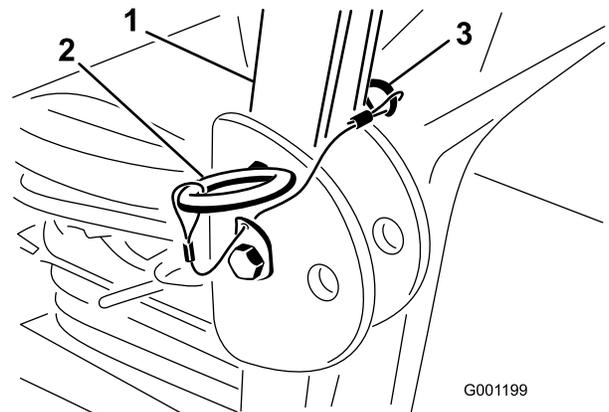

図 29
1. ROPS を下げるには、機体の左右でヘアピン・コッターを抜き、ピンを外す(図 29)。
3. ピンとヘアピン・コッターで固定する(図 29)。
- ROPS を立てるには、機体の左右でヘアピン・コッターを抜き、ピンを外す(図 29)。
- ROPS をまっすぐに立ててピンで固定し、ヘアピン・コッターでロックする(図 29)。